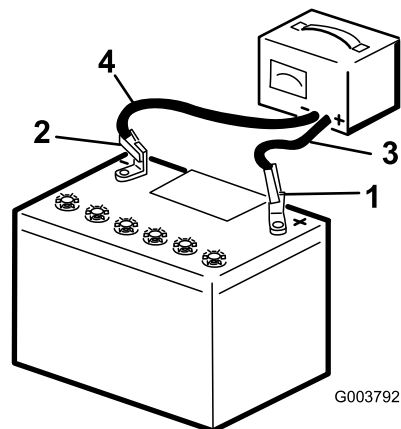

Figure 93
5. Connectez le câble positif du chargeur de batterie à la borne positive de la batterie (Figure 93).
6. Connectez le câble négatif du chargeur de batterie à la borne négative de la batterie (Figure 93).
- Quand la batterie est chargée au maximum, débranchez le chargeur de la source électrique, puis débranchez les fils du chargeur des bornes de la batterie (Figure 93).